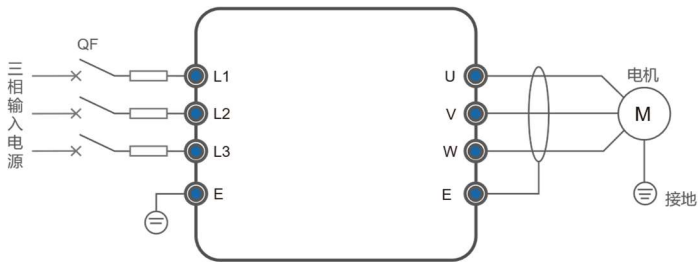

图 3-2 变频器简单接线图
- (1) 输入电源接入变频器之前，确认电源电压是否在变频器额定输入电压范围内；
- (2) 按图 3-2 所示接线；
- (3) 确认接线无误后合上电源开关，接通电源，变频器面板显示出现“50.00”闪烁；
- (4) 控制方式选择 P0-01=2, V/F 控制模式;
- (5) 运行指令选择 P0-02=0, 操作面板;
- (6) 频率指令选择 P0-03=0, 操作面板数字设定, 通过上下键将频率调整到 0.00;
- (7) 按 “**RUN**” 键启动变频器, 变频器输出零频, 操作面板显示 “0.00”
- (8) 通过上升键, 增大设定频率, 变频器输出频率从 “0.00” 开始增大, 电机转速加快;
- (9) 观察电动机运行是否正常, 若有异常应立即停机, 排除原因后再运行;
- (10) 通过飞梭电位器, 减小设定频率, 电机转速下降;
- (11) 按 “**STOP RESET**” 键停止变频器, 并切断输入电源。
- (1) 按图 3-2 所示接线, 确认无误后合上电源开关;
- (2) 设置变频器控制方式 P0-01=0, 选择开环矢量控制 SVC;
- (3) 设置变频器命令指令 P0-02=0, 选择操作面板控制;
- (4) 按以下顺序设置如下参数: